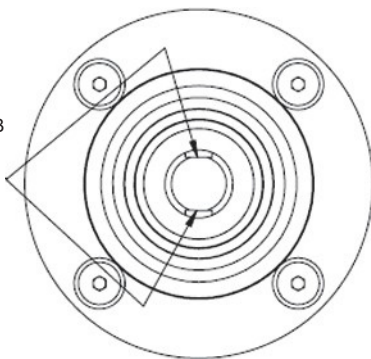

Рисунок 21 - Положение магнита при закрытом клапане
5. Убедитесь в том, что узел стяжки параллелен штоку, а положение магнитов соответствует закрытому положению клапана (Рисунок 21) и соедините его с кронштейном узла определения положения.